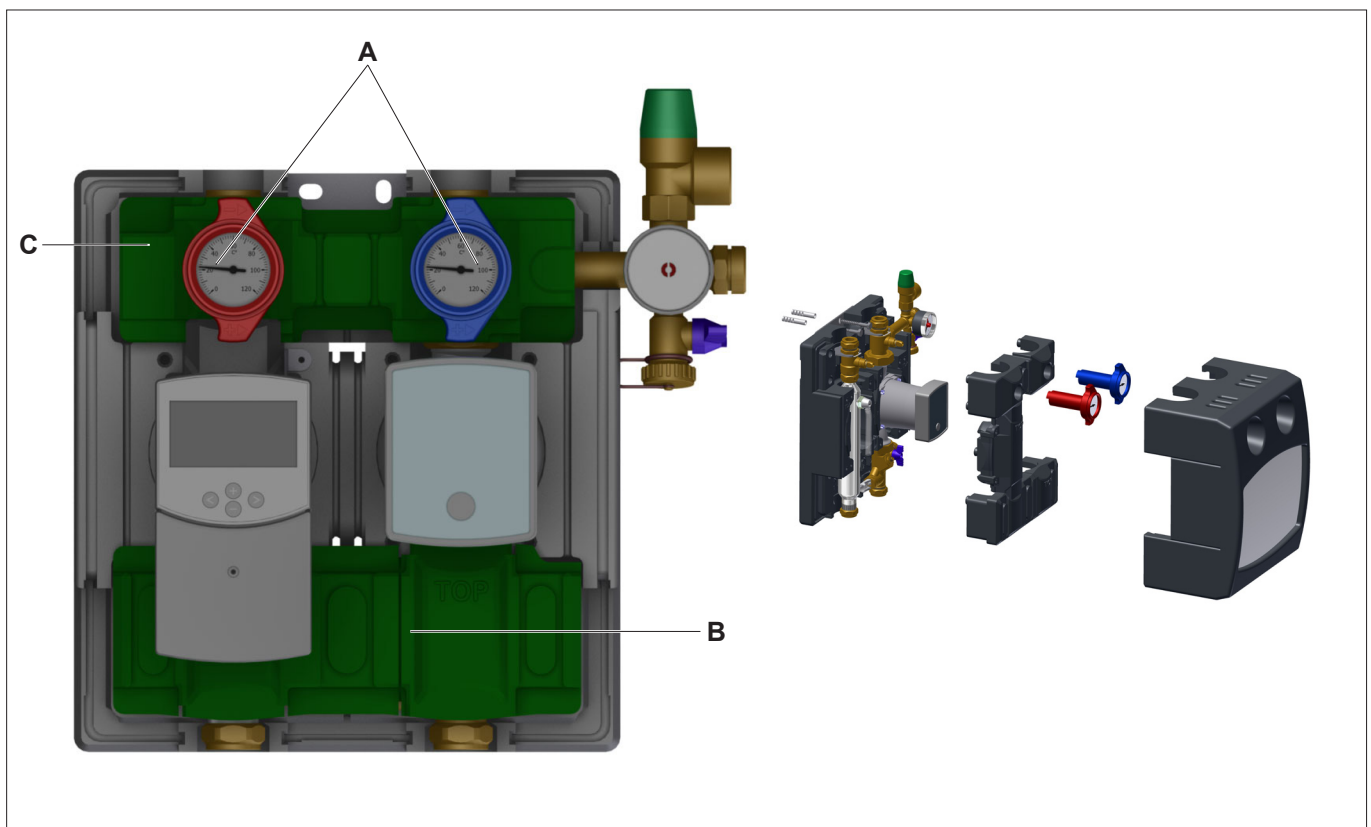

Fig. 10: Démontez les isolations (illustration en réf. au mod. 8130 avec tube du désaérateur et dispositif de réglage)
- Placer les robinets à boisseau sphérique (pos. A ; voir Fig. 10 à la page 16) dans la position.